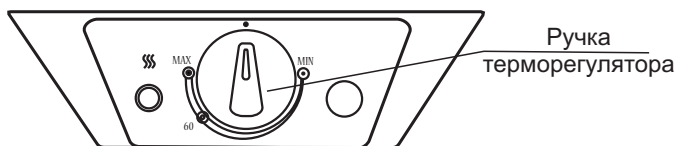

Рисунок 2 - Панель управления ЭВН моделей 3W30V1, 3W40V1, 3W50V1, 3W60V1
- в ЭВН моделей **3W30V1, 3W40V1, 3W50V1, 3W60V1** регулировка осуществляется с помощью выведенной наружу ручки терморегулятора. Поворотом ручки терморегулятора по часовой стрелке увеличивают температуру нагрева воды, против часовой стрелки - уменьшают. Для ориентации на шкале обозначено положение ручки терморегулятора, соответствующее нагреву воды примерно до 60 °С (см. рисунок 2).